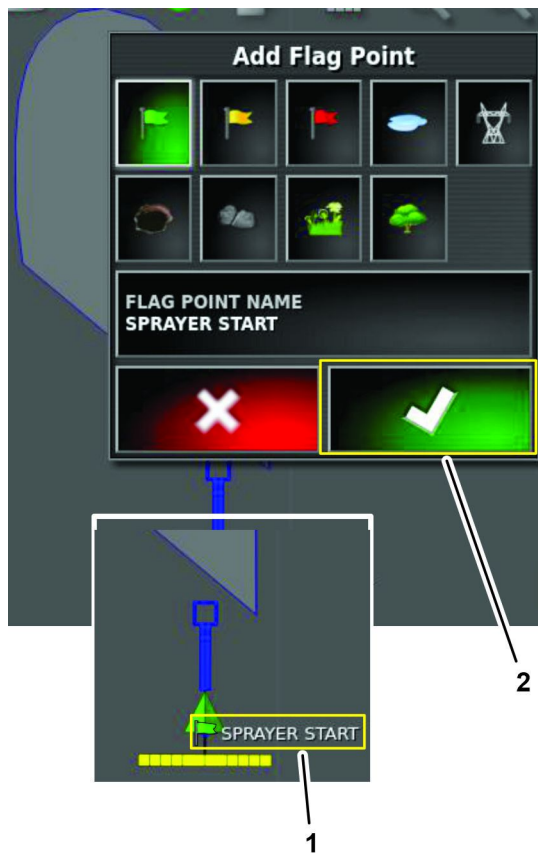

Figure 82
6. Dans la boîte de dialogue Ajouter une balise, appuyez sur l'icône de confirmation (Figure 82).